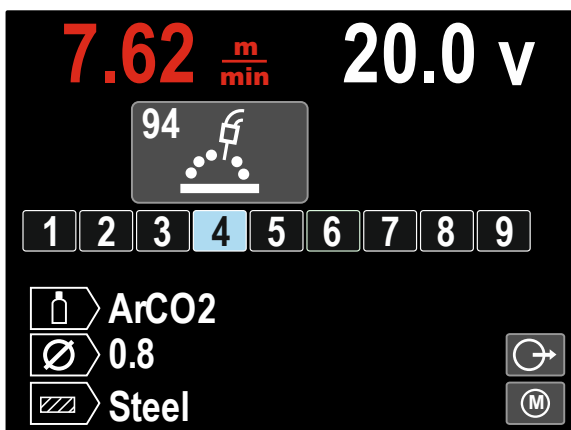

Рис. 30
**Примечание:** если сохраненные в памяти параметры выделены красным цветом (рис. 30), это означает, что единицы измерения установочной точки и/или настройки дуги в меню настроек не соответствуют единицам измерения этих параметров, сохраненных в памяти программы. В этом случае после вызова программы сварки параметры, помеченные красным, будут изменены. Чтобы восстановить соответствие единиц измерения, войдите в установочное меню и задайте параметры P.28 или P.20.